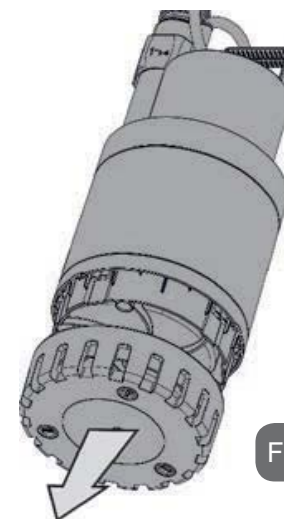

Figure 11
- Enlever la crépine d'aspiration (Fig.11).
- Enlever la partie inférieure (Fig.11).